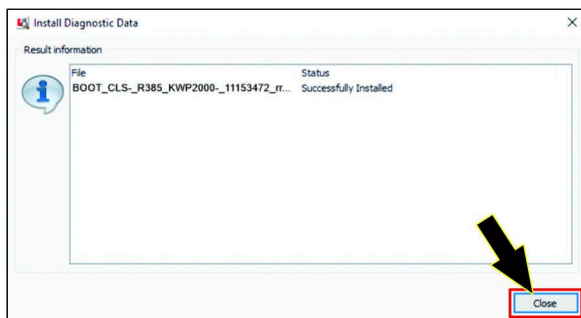

Figura 58
6. Na caixa de diálogo RESULT INFORMATION, clique no ícone CLOSE (Figura 58).